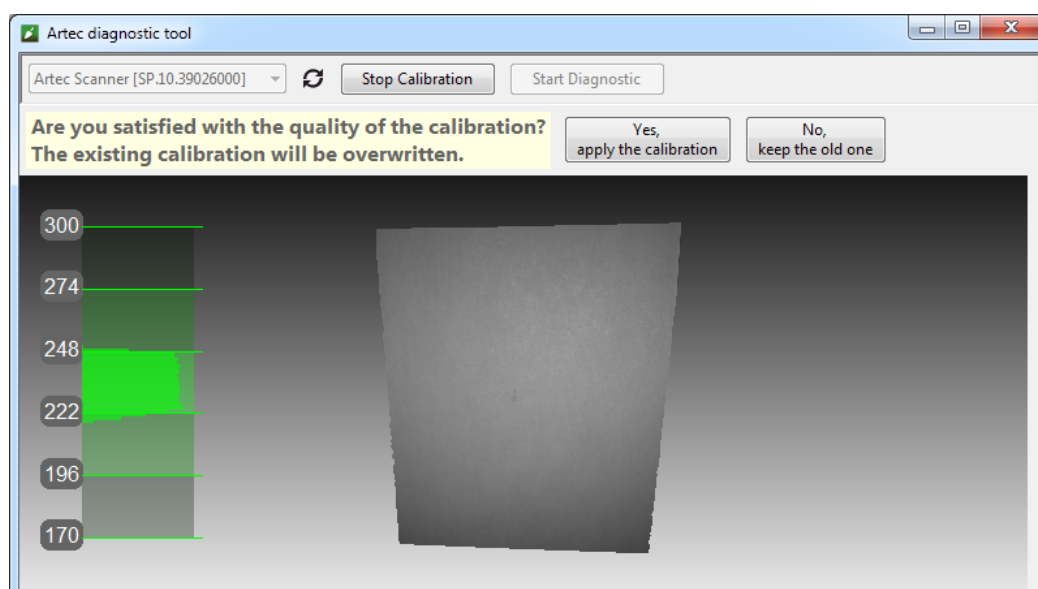

Рис. 11.12: Оценка результатов калибровки
11. Если на поверхности нет дырок, и вы удовлетворены результатами реконструкции, нажмите кнопку *Да, применить калибровку*. Чтобы сбросить новую калибровку, нажмите кнопку *Нет, сохранить старую версию* (Рис. 11.12).